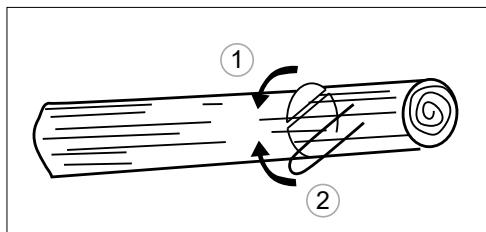

Fig. 22
3. Când bușteanul este poziționat pe suport din ambele capete, debități de sus în jos 1/3, pentru a evita despicarea. Apoi terminați debitarea de jos în sus pe aceiași linie, evitând blocarea (Fig. 22).